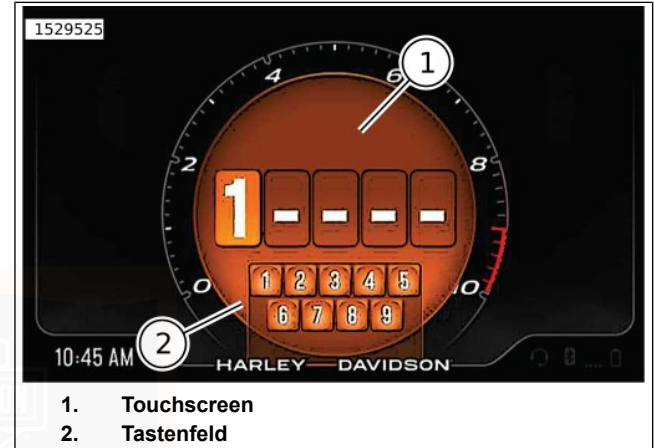

Abbildung 22. PIN-Bildschirm mit Eingabe über ein Tastenfeld
1. Abbildung 22 Beim Berühren des PIN -Bildschirms (1), wird der Tastatureintrag (2) angezeigt.